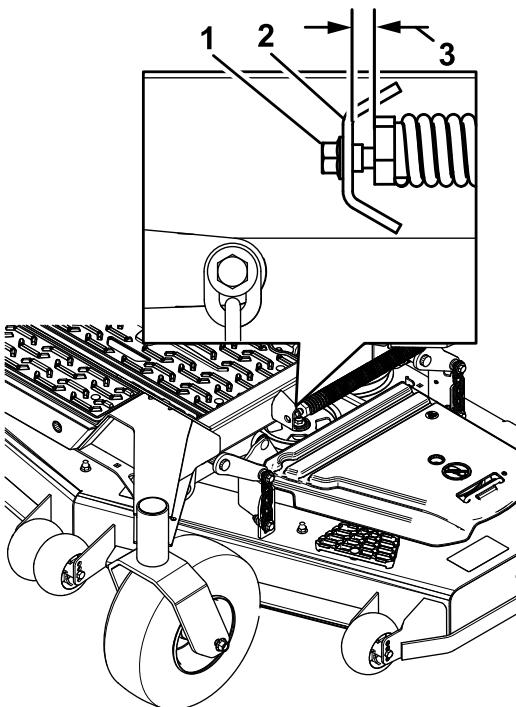

Figura 81
- Slăbiți încet urubul de reglare al arcului de asistare pentru ridicare, până când putei îndepărta urubul (Figura 81).